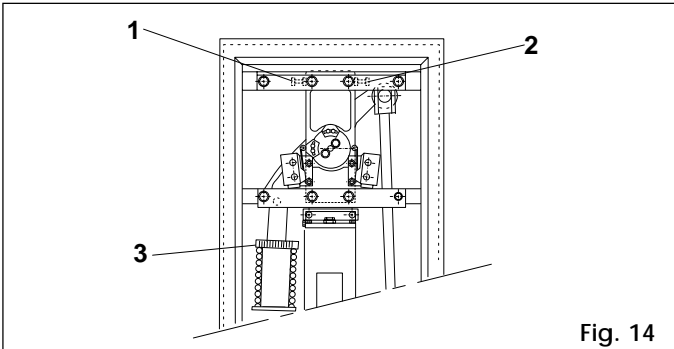

Fig. 14
- 5) Regular los topes mecánicos de final de carrera, de apertura y de cierre (Fig. 14, ref. 1 y 2). Verificar el equilibrio del mástil según las instrucciones dadas en el apartado 4.4.
- 2) Girar la virola de precarga (ref. 3 Fig. 14) .